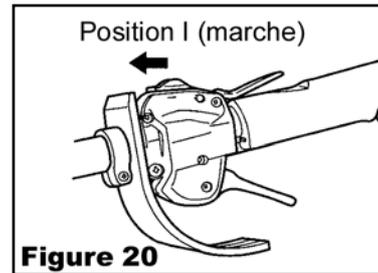

Figure 20
- 1) Positionner l'interrupteur sur marche (figure 20)